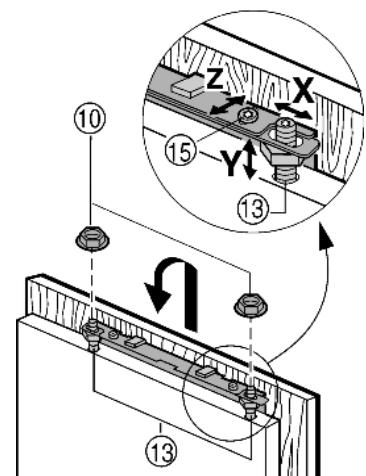

Fig. 15
- ▶ Навесьте мебельную дверцу на регулировочные болты Fig. 15 (13) и контргайки Fig. 15 (10) накрутите на регулировочные болты, не затягивая.
- ▶ Выравнивание мебельной двери по высоте Y и боковому наклону: с помощью отвертки установите положение регулировочными болтами Fig. 15 (13).
- ▶ Затяните контргайки Fig. 15 (10).